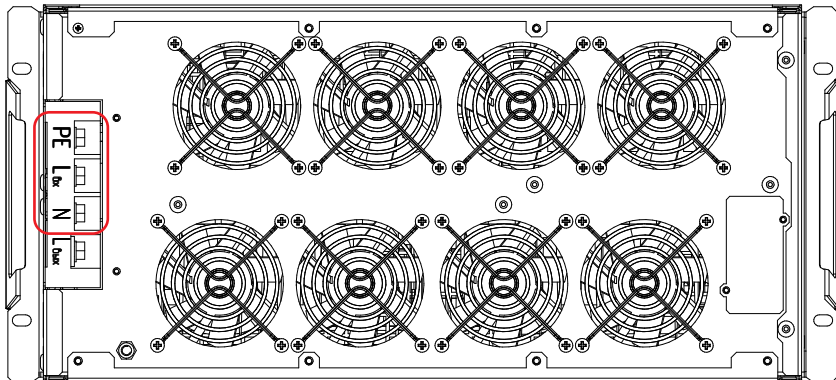

Рисунок 26. Стабилизатор ШТИЛЬ IS12000RT, IS15000RT и IS20000RT. Выводы «PE-L-N»
- у моделей IS12000RT, IS15000RT, IS20000RT с помощью выводов «PE-Lvx-N» (**рисунок 26**).